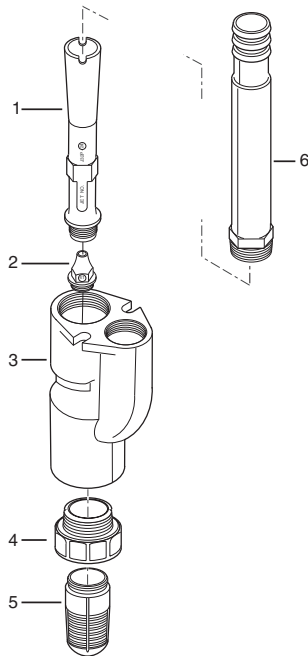

Figure 12 - Illustration des pièces de rechange
1. Este kit contiene dos venturis y tres boquillas (ver Figure 12 de la página 8, Nos. de Ref. 1 y 2). Use sólo una boquilla y un venturi en la instalación. Seleccione la boquilla y el venturi correctos del Cuadro de Usos en la página 8.